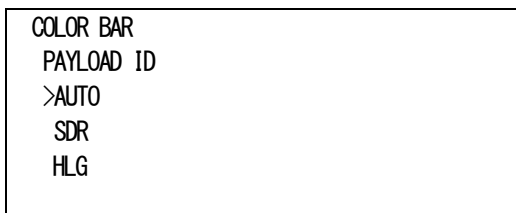

図4-16 オンスクリーンメニュー(PAYLOAD ID例)
- 1)COLOR BARメニューで「PAYLOAD ID[PID]」を選択し、**ENTER**ボタンを押すと図4-16のような設定メニューが表示されます。